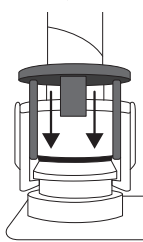
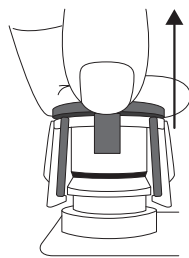

図7
図8
- 1) 取り外す時はカプラー⑦またはエアータイトキャップ⑪のロック解除ボタン(青色)を下方へ押し込む。(図7) 下方へ押し込んだ状態を維持し、上方へ引き抜く。(図8) (ロック解除ボタンを下方へ押し込んだ状態を維持しないと外れない。)